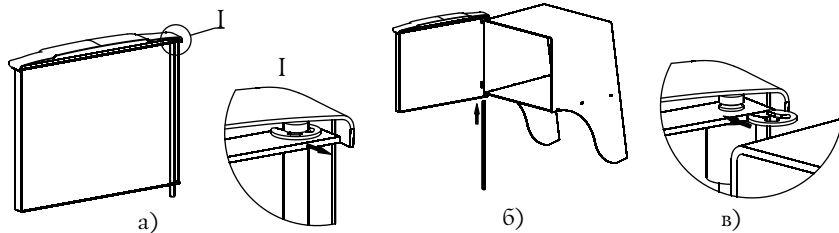

Рисунок 6. Установка дверцы при монтаже печи «Тунгуска XXL 2013»
1. Извлеките ось из дверцы, предварительно сняв упорную быстросъемную шайбу, рисунок 6.а;
3. Вставьте ось через отверстия снизу вверх, с расположением канавки под шайбу в верхней части оси, рисунок 6.б;
4. Установите упорную быстросъемную шайбу в канавку на оси, рисунок 6.в;